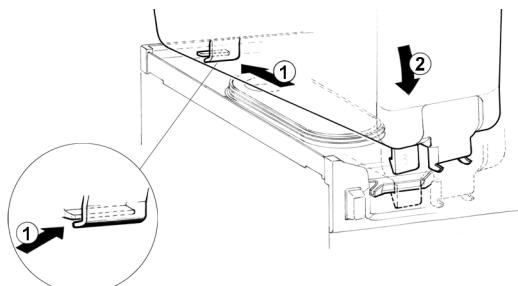

figura 8
**5** Poner el contenedor sobre el distribuidor. Por facilitar esta operación, mojar la junta con un poco de agua. Asegurarse que el gancho posterior del contenedor esté insertado en el lugar correcto del piano recoge-gotas. (ver figura 8)